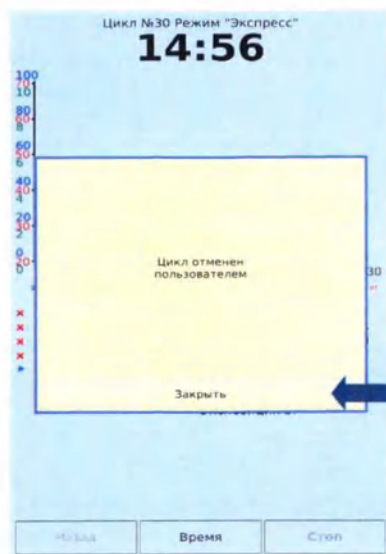
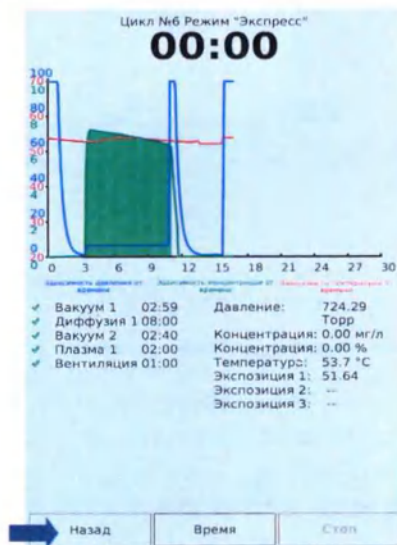

Рисунок 18
Рисунок 19
сообщение «Цикл отменен пользователем» (Рисунок 18). При этом процедура стерилизации останавливается и автоматически переключается на стадию вентилирования.
12.2.2 Для открытия двери камеры необходимо выйти в главное меню, нажав на клавишу «Заккрыть» (Рисунок 18), а затем нажав на клавишу «Назад» (Рисунок 19).